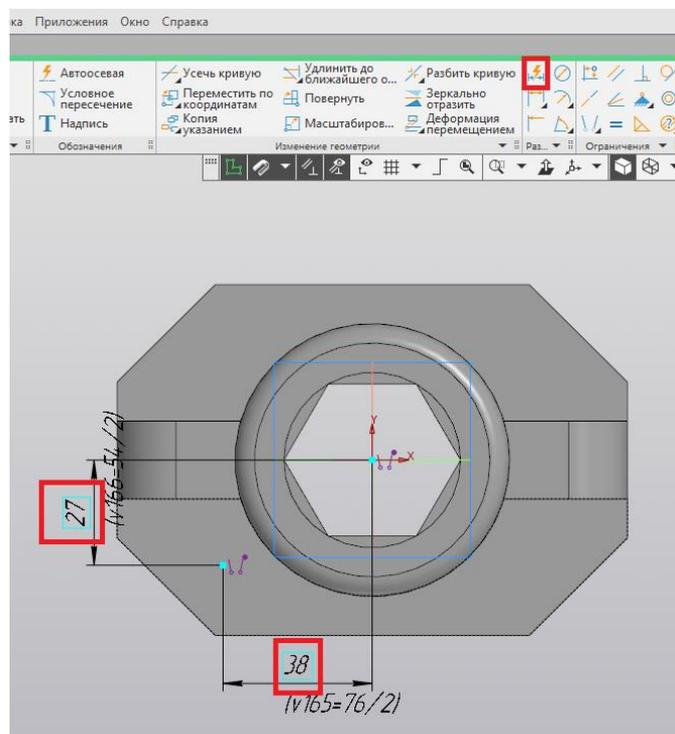

Рис. 108
36. Ставим точку и при помощи команды «Авторазмер» задаём необходимые размеры (рис. 108).